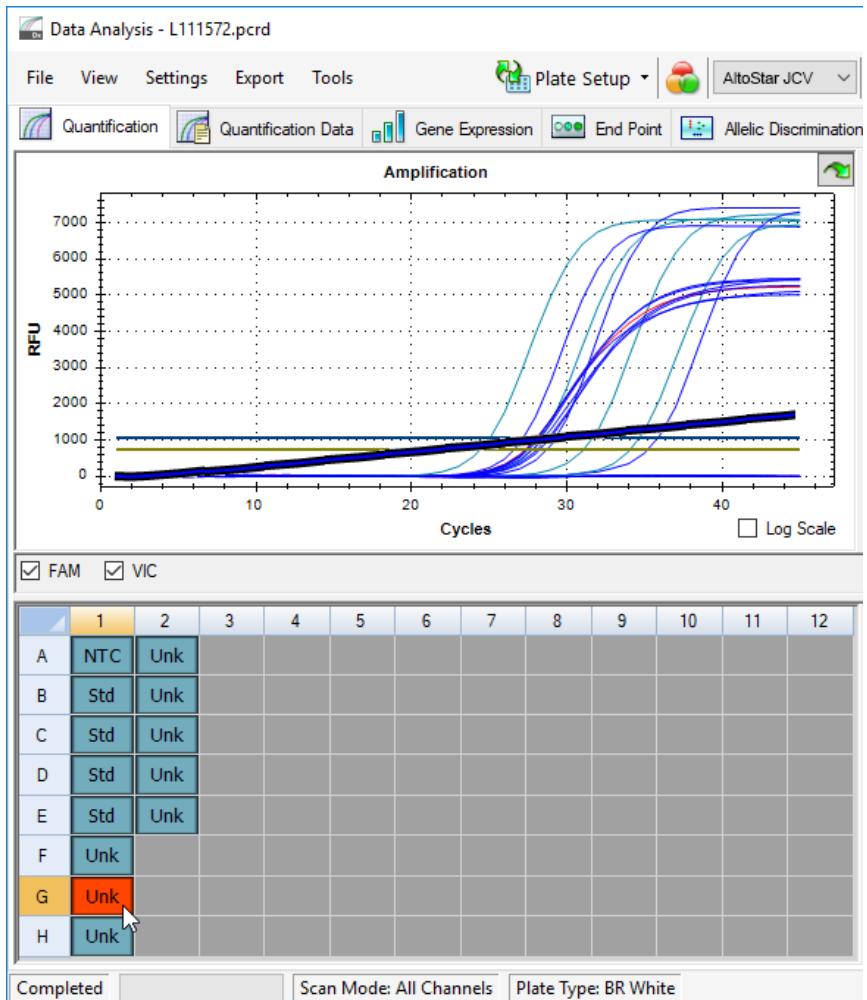

Figura 6: Janela Data Analysis (Análise de Dados): sinal PCR irregular
2. Identifique os poços com sinais PCR irregulares (aumento de sinal linear, picos de sinal, etc.) em qualquer um dos canais de detecção FAM™ (alvo de JCV) e VIC™ (IC) (consulte a figura 6).